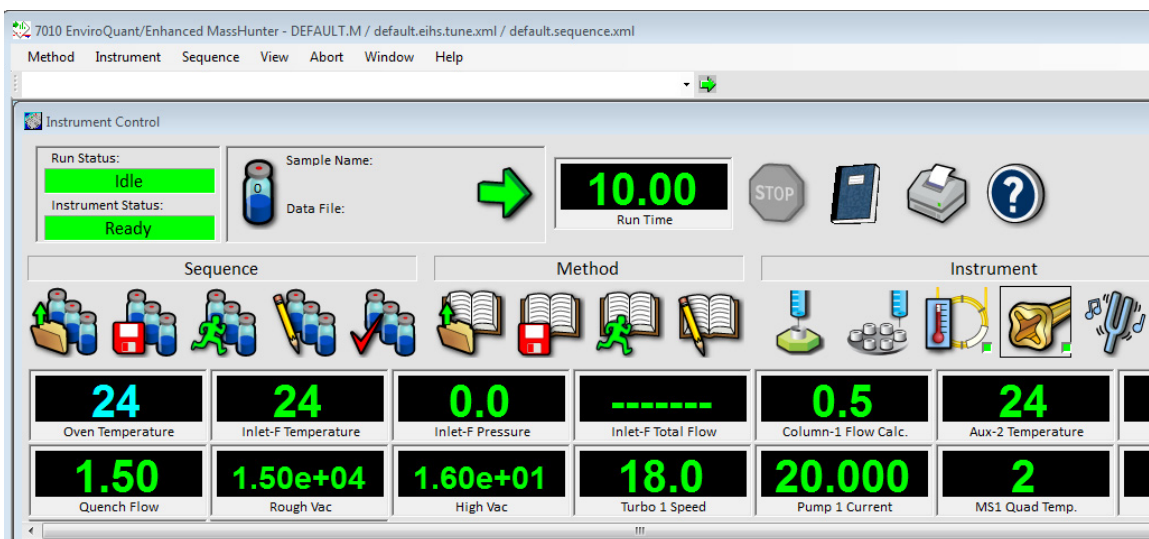

Figure 27. Positionnement des moniteurs
- 10 Si besoin, sélectionnez **Window > Arrange Monitors** (Fenêtre > Positionner moniteurs) ou cliquez sur chaque moniteur et faites-le glisser jusqu'à la position souhaitée. Voir la **Figure 27**, qui présente une façon de positionner les moniteurs.